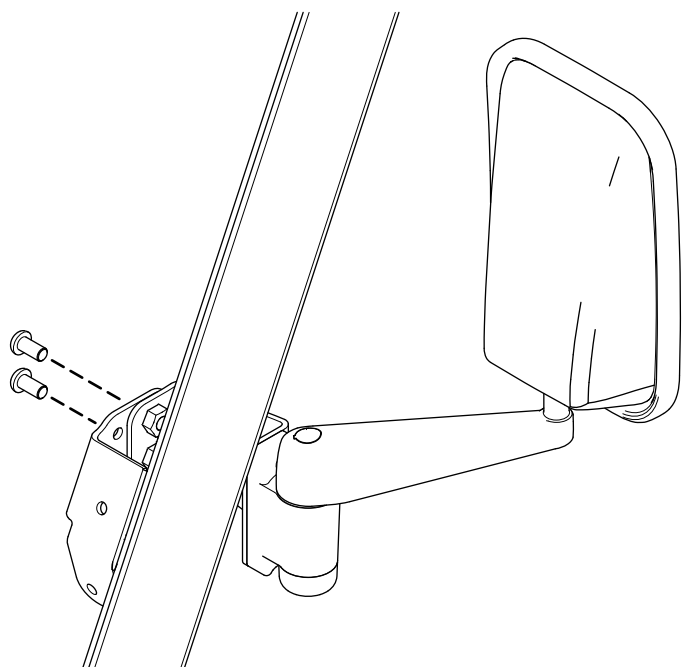

Figure 2
2. Fixez le rétroviseur sur le support de l'arceau de sécurité à l'aide de 2 vis Torx (Figure 2).